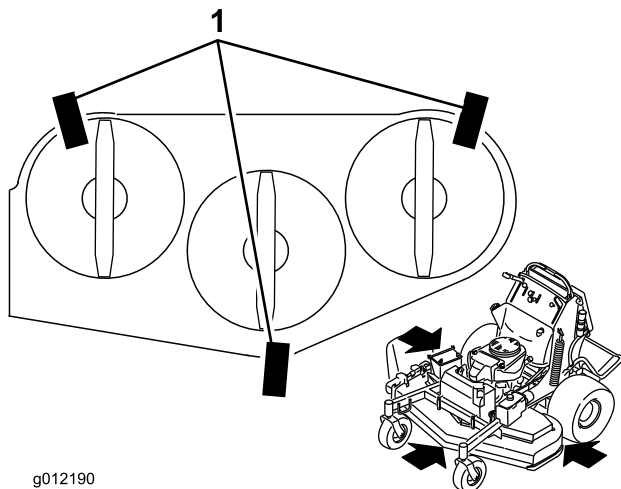

Figure 85
1. Placez 3 cales de 2x4 sous le tablier de coupe comme illustré à la Figure 85. Disposez les cales de 2x4 à 10 cm (4") d'intervalle.